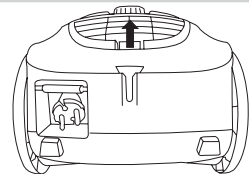

Figure 9
2. Ouvrez le couvercle du filtre de sortie en tirant sur le rebord du couvercle. Retirez de l'appareil le filtre de sortie; voir la figure 9.